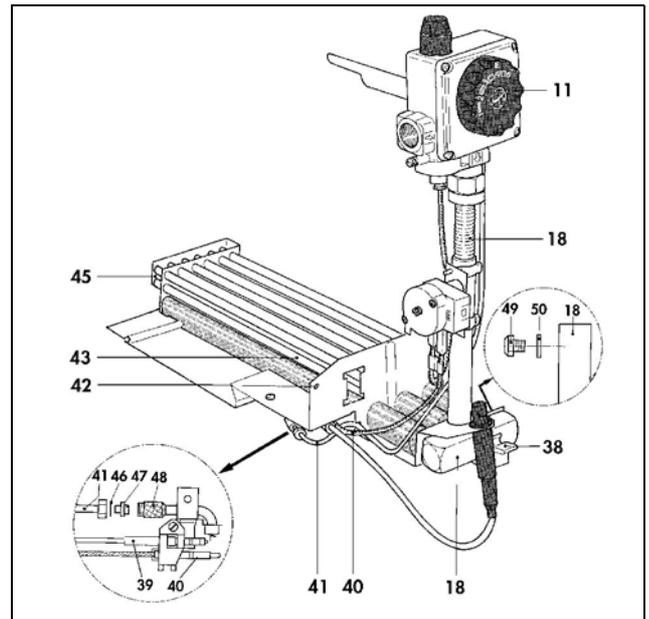

Рис. 17 Горелка и запальная горелка
Запальное пламя можно наблюдать через вырез в крышке (глава 3, рис. 3). При равномерном горении запальное пламя должно прикасаться к верхней половине термоэлемента (глава 6, рис. 17). При невыполнении этого условия следует отрегулировать запальное пламя после снятия защитной крышки (25) посредством винта для регулировки пускового газа (24) (заданная установка - без дросселирования):
##### 7.3 Очистка горелки и предохранителя тяги (см. рис. 17)